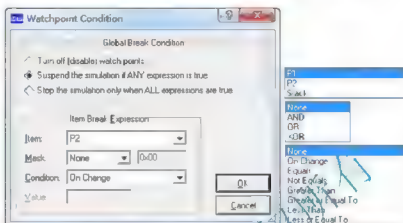

图 B-54 观察点条件设置窗口
通过观察窗口不仅可以实时查看观察项的值,还可由此设置“观察点条件”触发断点,以满足某些特殊条件断点的要求。在观察窗口内单击鼠标右键,在弹出的快捷菜单中单击“Watchpoint Condition”,弹出观察点条件设置窗口,如图 B-54 所示。
(1) Global Break Condition(全局断点条件设置),如图 B-54 的上半部分所示。“Turn off (disable) watch points.”(关闭观察点),“Suspend the simulation if ANY expression is true.”(任何表达式为真时暂停仿真),“Stop the simulation only when ALL expressions are true.”(所有条件为真,停止仿真),这 3 个断点条件可选择其中之一。一般选择“Suspend the simulation if ANY expression is true”。
(2) Item Break Expression(观察项的断点表达式),如图 B-54 的下半部分所示。其中 Item 为观察窗口中添加的观察项,可单击右侧按钮,在其下拉列表中选择要设置断点的观察项。各个 Item(观察项)及其 Mask(约束条件)、Condition(条件),如图 B-54 右边所示。当前“P2”观察项的断点条件为“On Change”(改变时),即当 P2 的值改变时,暂停仿真。